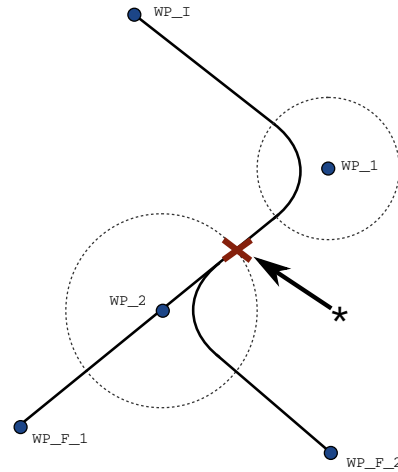

图 15.5: WP\_I 为初始路点, 有两个潜在最终路点 WP\_F\_1 和 WP\_F\_2, 取决于条件表达式。当机器手臂进入第二个交融时, 条件 if 表达式被评估 (\*)。
**条件交融轨迹** 交融轨迹受设置交融半径的路点以及程序树中的下一个路点影响。也就是说，在图 15.5 中的程序中，围绕 WP\_1 的交融受 WP\_2 影响。在本例中，当围绕 WP\_2 交融时，其结果变得更显而易见。存在两个可能的结束位置，为确定哪一个是要交融的下一个路点，当输入交融半径时，机器人必须已经评估 `digital_input[1]` 的当前读数。那意味着 **if...then** 表达式（或判断下一个路点的其它必要语句，如可变路点）在我们实际抵达 WP\_2 之前被评估，当审视程序序列时，这有点反直觉。如果某个路点是一个停止点，后接判断下一个路点的条件表达式（如：I/O 命令），当机器手臂停在该路点时执行该表达式。